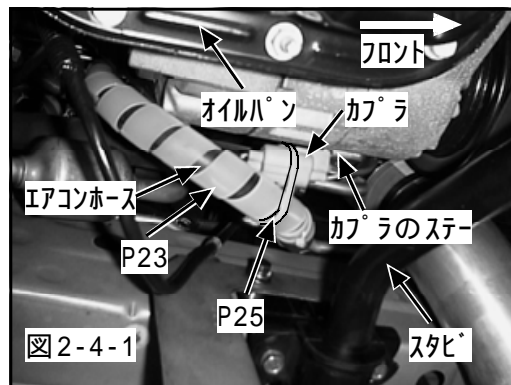

図2-4-1
- (1) スパイラルチューブを30cm切取り、エアコンホースに巻付けてタイラップ(中)で固定してください。(P23, P24)(図2-4-1)
- (2) タイラップ(大)を使用して、エアコンホースをカブラのステーに固定してください。(P25)(図2-4-1)